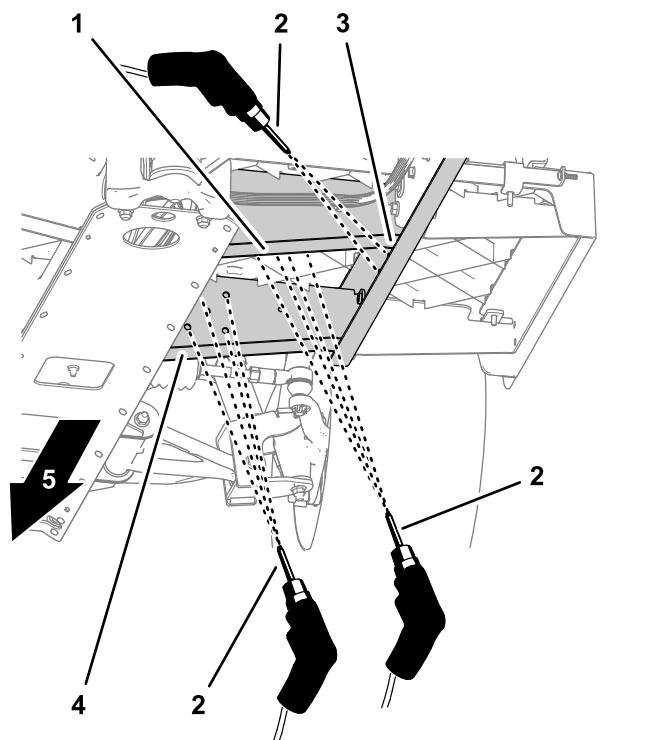

Figura 18
6. Praticate un foro nei canali laterali e del pianale nei segni punzonati con una punta per trapano da 8 mm (5/16") (Figura 18).